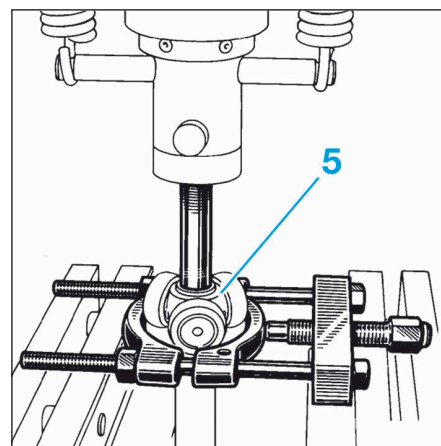

FIG.10
- le tripode (5) à la presse, en prenant appui sur un extracteur (Fig.10).